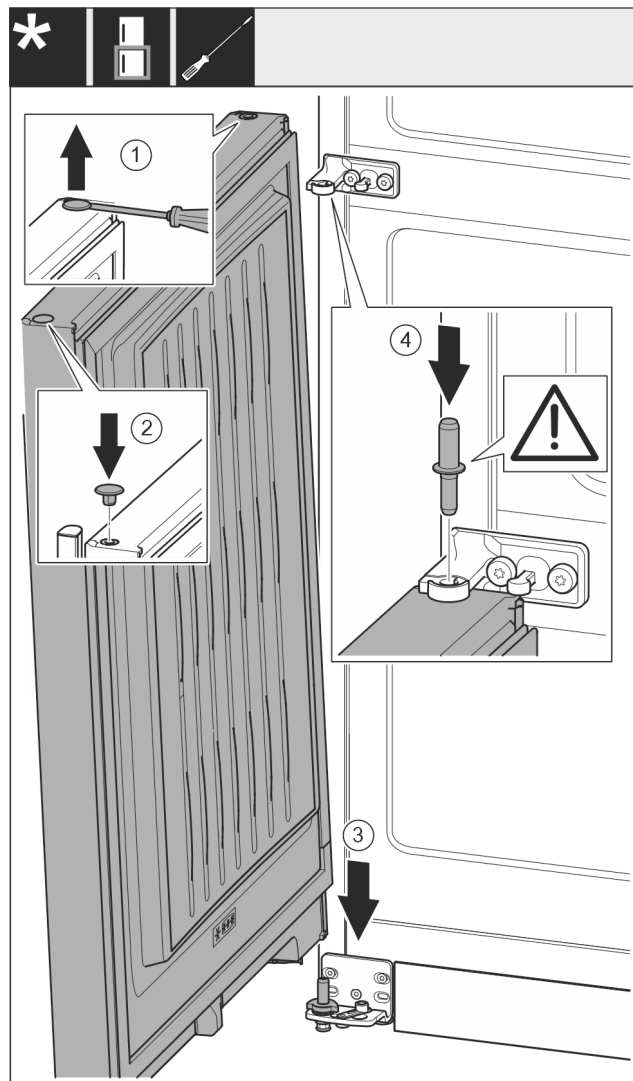

Fig. 19
- ▶ Stopfen vorsichtig mit einem Schlitzschraubendreher anheben und herausziehen. Fig. 19 (1)
- ▶ Stopfen auf der anderen Türseite wieder einsetzen. Fig. 19 (2)
- ▶ Tür von oben auf den unteren Lagerbolzen aufsetzen. Fig. 19 (3)
- ▶ Lagerbolzen Mitte durch Lagerbock Mitte in die untere Tür einsetzen. Dabei darauf achten, dass der Rastnocken nach hinten zeigt. Fig. 19 (4)